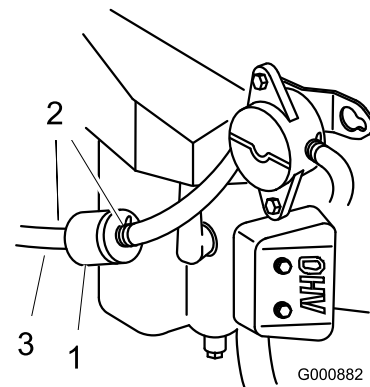

Figura 36
5. Afloje la abrazadera cerca del filtro de combustible y deslícelas por el tubo, alejándola del filtro de combustible (Figura 36).
6. Retire el tubo de combustible del filtro (Figura 36).
4. Apriete los extremos de las abrazaderas y deslícelas por el tubo alejándolas del filtro (Figura 36).
6. Instale un filtro nuevo y acerque las abrazaderas al filtro (Figura 36).